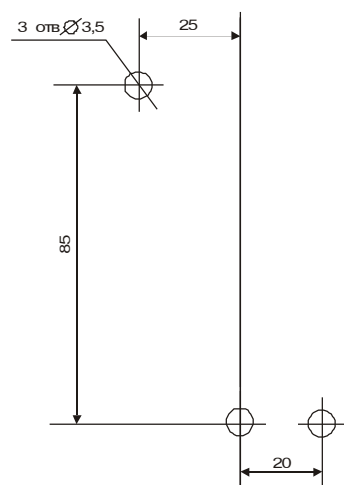

Рис.13
- произведите разметку согласно рис. 13;